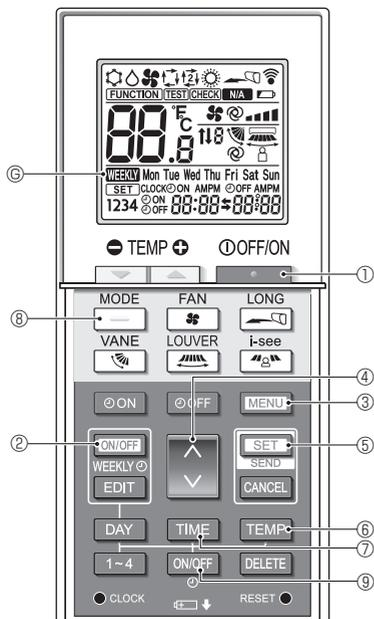
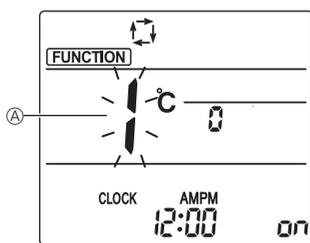
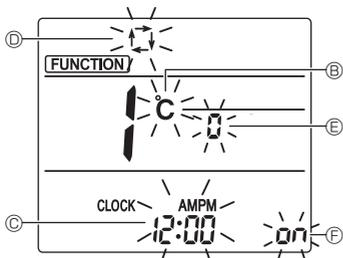

Fig. 5-1
Fig. 5-2
Fig. 5-3
5.1. Passage en mode de réglage initial (Fig. 5-1, Fig. 5-2)
- Appuyez sur la touche **TEMP** ① pour arrêter le climatiseur.
- Si la minuterie hebdomadaire est activée, appuyez sur la touche **ON/OFF WEEKLY** ② pour la désactiver. (**WEEKLY** disparaît.)
- Appuyez sur la touche **MENU** ③.
- Appuyez sur la touche **↓** ④ pour changer le n° de fonction.
- Vérifiez que la fonction n° "1" est affichée puis appuyez sur la touche **SET** ⑤.
5.2. Changement de l'unité de température (Fig. 5-1, Fig. 5-3 B)
- Appuyez sur la touche **TEMP** ⑥.
- Le fait d'appuyer sur la touche **TEMP** ⑥ permet de changer l'unité de température (°C / °F). (Le réglage par défaut est "°C".)
5.3. Changement de l'affichage de l'heure (Fig. 5-1, Fig. 5-3 C)
- Appuyez sur la touche **TIME** ⑦.
- Le fait d'appuyer sur la touche **TIME** ⑦ permet de changer l'affichage de l'heure (**12:00** / **24:00**). (Le réglage par défaut est "format 12 heures".)
5.4. Changement du mode AUTO (Fig. 5-1, Fig. 5-3 D)
- Appuyez sur la touche **—** ⑧.
- Le fait d'appuyer sur la touche **—** ⑧ permet de changer le mode Auto (**□** / **□**). (Le réglage par défaut est "Point de réglage unique".)
5.5. Changement du n° de paire (Fig. 5-1, Fig. 5-3 ©)
5.6. Changement du réglage du rétroéclairage (Fig. 5-1, Fig. 5-3 ⑥)
5.7. Achèvement des réglages (Fig. 5-1, Fig. 5-2)